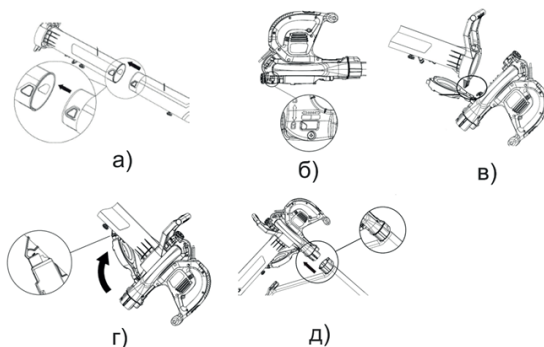

Рисунок 2. Схема складання виробу для роботи пиłosосом.
1. З'єднати передню частину насадки втягування з задньою частиною насадки втягування з зусиллям до спрацювання пружного фіксатора (рис. 2, а).
2. Відкрутити маховичок блокування кришки герметизації (9, рис.1) до положення «розблоковано» (рис. 2, б).
3. Відкрити кришку герметизації вихідного каналу та встановити насадку для втягування (рис. 2, в), далі закрутити маховичок блокування в положення «заблоковано».
4. Закріпити кришку герметизації за гачок, який знаходиться знизу насадки для втягування (рис. 2, г).
5. Встановити мішок для садового сміття до вихідного повітряного тракту до надійної фіксації (рис. 2, д).